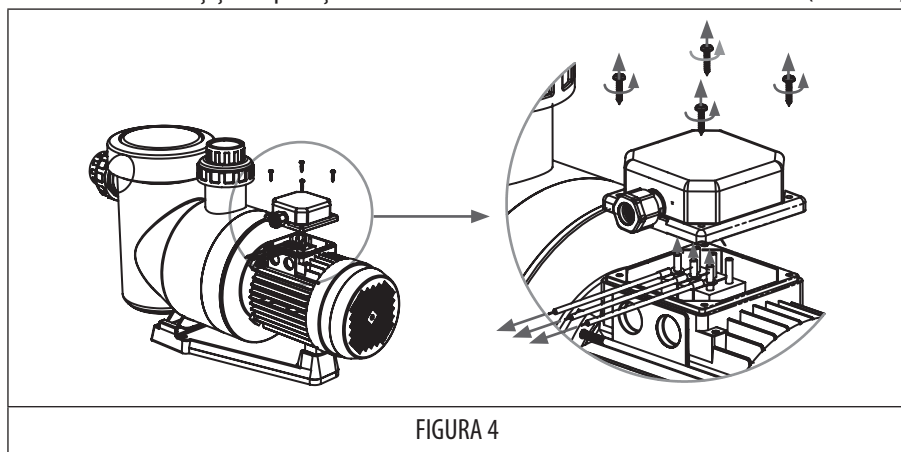

FIGURA 4
1. Deșurubați șuruburile pentru a deschide cutia de racorduri. (FIGURA 4)
2. Deconectați și îndepărtați cablurile de testare din fabrică de la blocul de borne. (FIGURA 4)